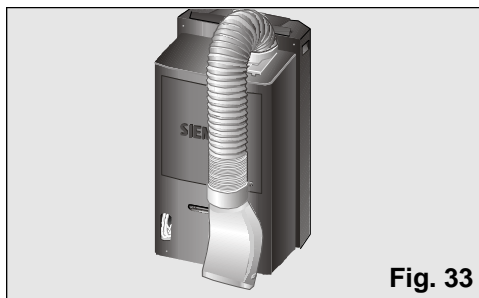

Fig. 33
- Dette gjøres ved å bøye slangen mot baksiden av anlegget og hake sprededysen på festet, Fig. 33 og 34.